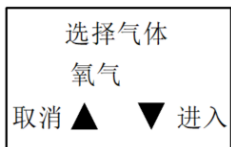

图 24
8) 通过“上”“下”键选择氧气，按“确定”键确认并进入“零点”设置界面。(图 24)